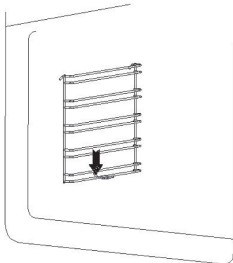

Рис. 1
- Слегка надавите на крючок в стойках в месте крепления, как показано на рис. 1.